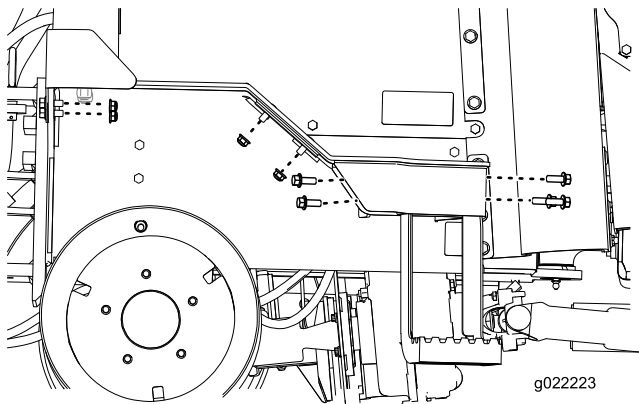

Figura 19
- Retire el peldaño supletorio de la máquina (Figura 19).